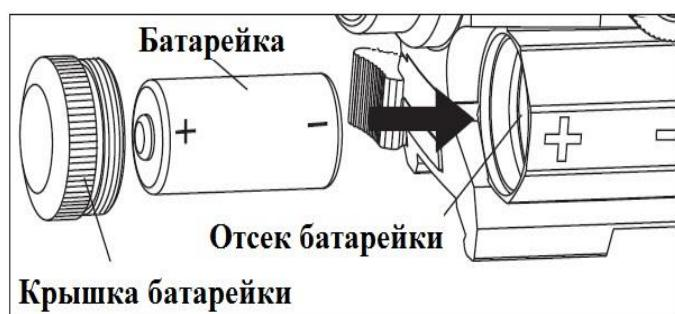

рис.2
- Порядок установки и замены батарейки поясняет Рис.2: